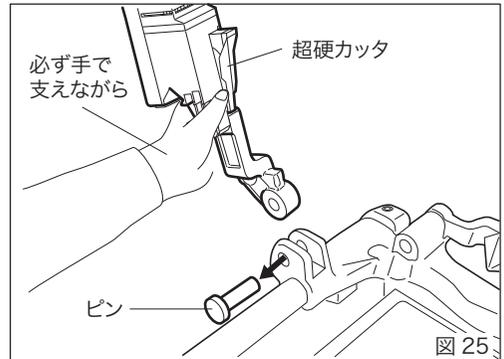

図 25
2. 超硬カッタが倒れないように手で支えながら残り半分のピンを抜くと超硬カッタが外れます。(図25)